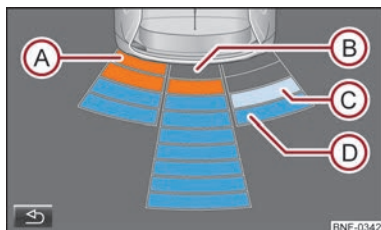

Bild 62 Bildskärm till det optiska parkeringssystemet.
⇒ bild 62. **Kör inte vidare!** ⇒ ⚠.
- Genom ett lätt tryck på funktionsknappen  i bildskärmen till navigationshjälpmedlet ⇒ bild 62.